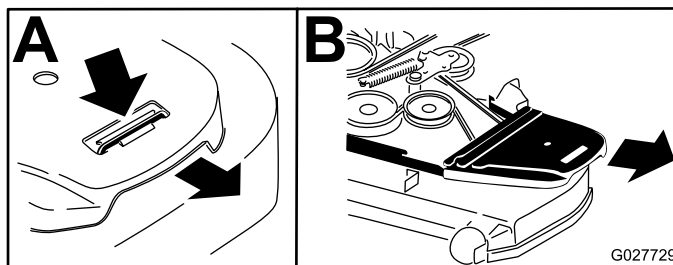

Bild 60
6. Entfernen Sie die Riemenabdeckungen und die Schrauben (Bild 60).